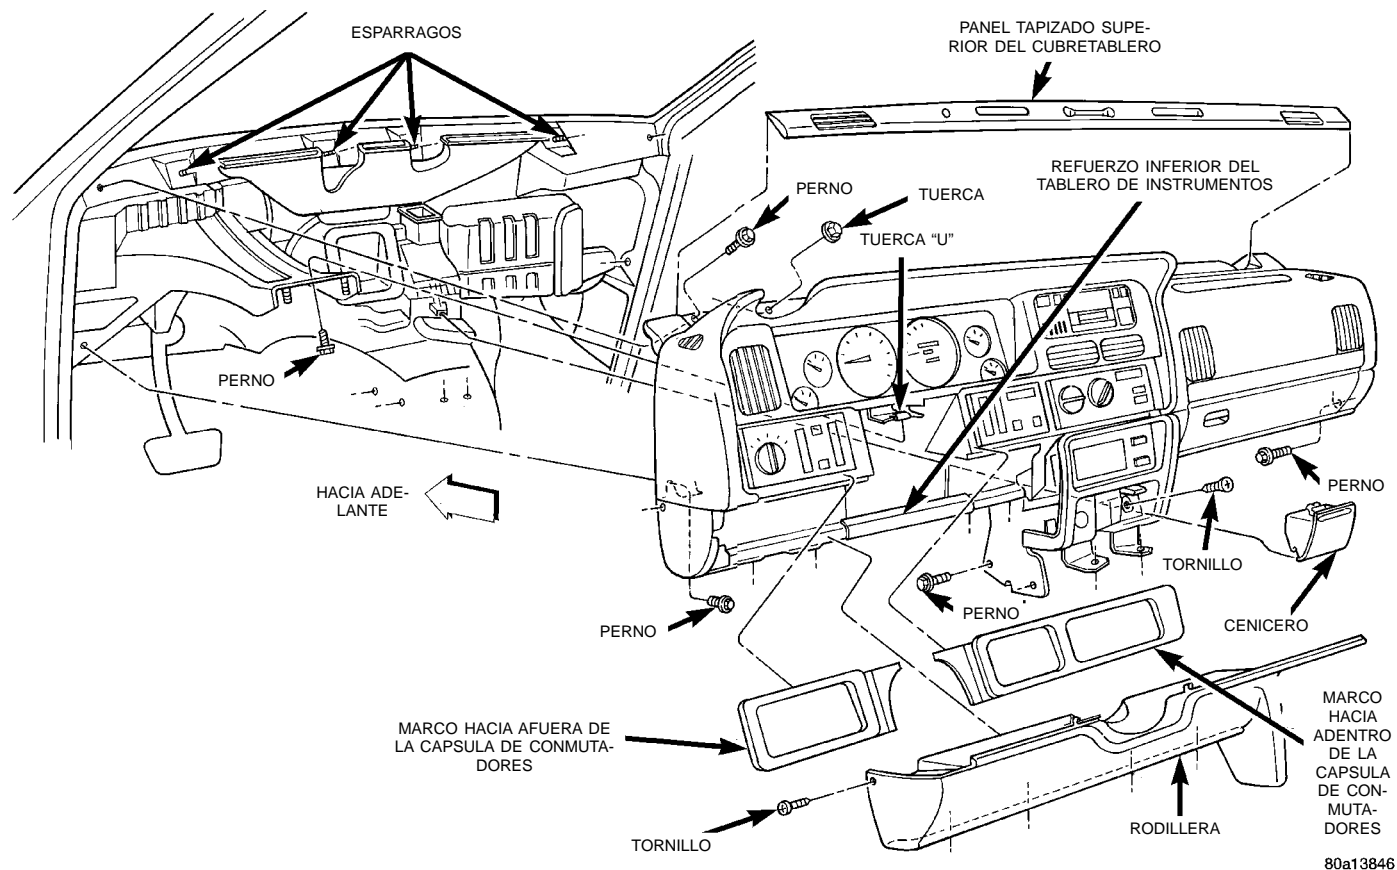

Fig. 24 Desmontaje/instalación del conjunto del tablero de instrumentos
(4) Retire los pernos que aseguran el refuerzo inferior a la armadura del tablero de instrumentos y retire el refuerzo (Fig. 24).
(5) Retire las cubiertas superior e inferior de la columna de dirección. Para informarse sobre los procedimientos, consulte el Grupo 19 - Dirección.
(6) Desenchufe todos los conectores del mazo de cables en los componentes y conmutadores instalados en la columna de dirección.
(7) Retire las tres tuercas que aseguran la plancha de suelo de la columna de dirección en la base de ésta.
(8) Retire las dos tuercas que aseguran el soporte de instalación de la columna de dirección a los espárragos en la columna de dirección y el soporte del pedal de freno. Baje la columna de dirección hasta el suelo.
(9) Retire los dos paneles tapizados laterales del cubretablero. Para informarse sobre los procedimientos, consulte el Grupo 23, Carrocería.
(10) Desenchufe el conector del mazo de cables del tablero de instrumentos a la carrocería debajo del extremo izquierdo del tablero de instrumentos.
(11) Desenchufe el conector del mazo de cables del conmutador de la luz de freno.
(12) Desenchufe el conector del mazo de vacío del tablero de instrumentos a la caja del calefactor-A/A